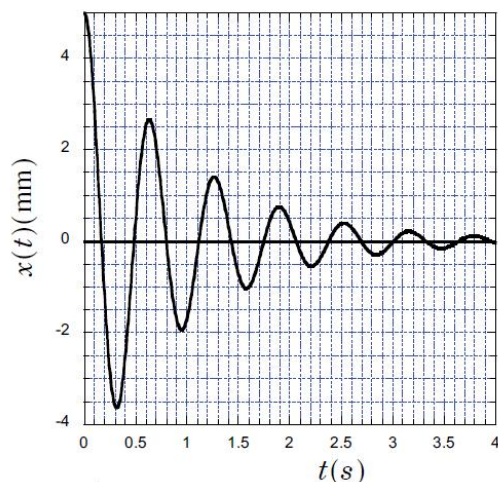

FIGURE 2 –
La figure 2 donne le graphe $x(t)$ du mouvement de (M_1).
3. Calculer, à partir du graphe de la figure 2, les valeurs approchées de λ et ω_0 . En déduire une estimation numérique de f et de k en prenant $m = 100g$.